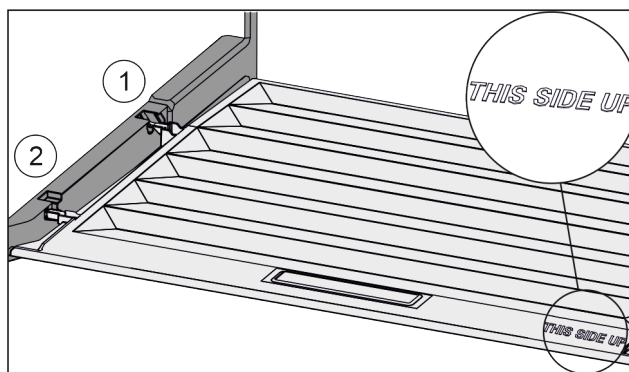

Fig. 42
- ▶ Introduire les rainures du couvercle par l'orifice du support arrière Fig. 42 (1) et les enclencher à l'avant dans le support Fig. 42 (2).